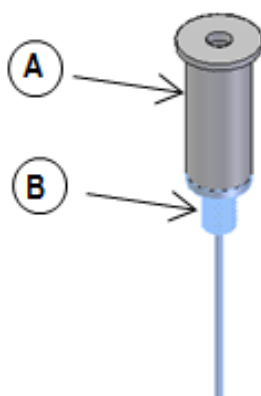

Fig. 1
1. Fissare il componente A (Fig.1) al soffitto con un fisher. Per ogni corpo illuminante saranno necessari due punti di sospensione: l'interasse dei punti di fissaggio è indicato nella tabella sotto riportata.
1. Fix the component A (Fig.1) on the ceiling with a fisher. Each lighting fitting needs two points of suspension: the inter-axis of suspension points is indicated in the table described below.